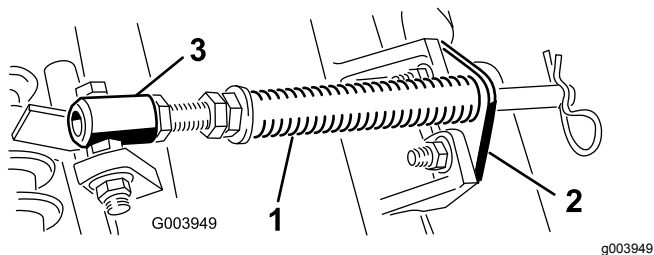

Figure 5
- A. Retirez les 2 boulons de carrosserie et les écrous qui fixent le support de tige aux pattes de l'unité de coupe (Figure 5).
- B. Retirez l'écrou à embase qui fixe le boulon du tube de ressort à la patte du bâti porteur (Figure 5). Déposez l'ensemble.